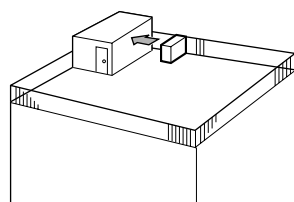

Fig. 3-2
- ① Расположите прибор так, чтобы выходное отверстие было направлено к самой близкой из доступных стен на расстоянии около 50 см от стены. (Fig. 3-2)